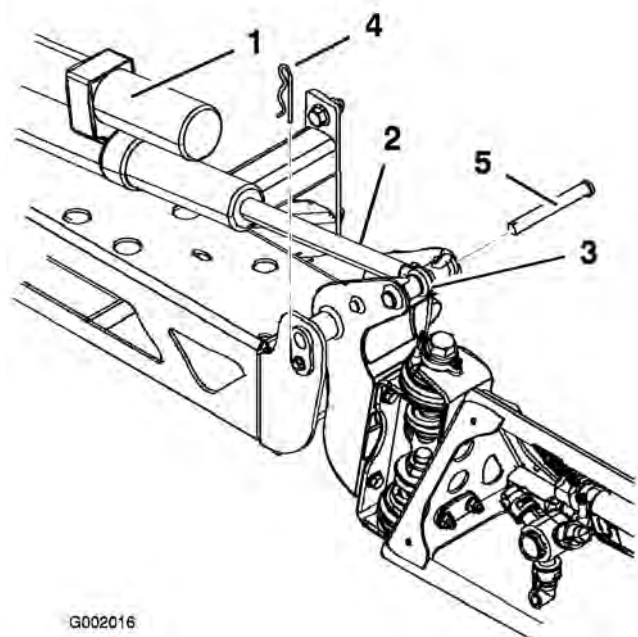

Figura 41
2. Retire o contrapino do pino de articulação (Figura 41).
3. Levante a rampa e retire o pino (Figura 41). Faça descer lentamente a rampa até ao solo.
6. Levante a rampa para alinhar a articulação com a barra do accionador. Enquanto segura na rampa, insira o pino através tanto da articulação da rampa como da barra do accionador (Figura 41).